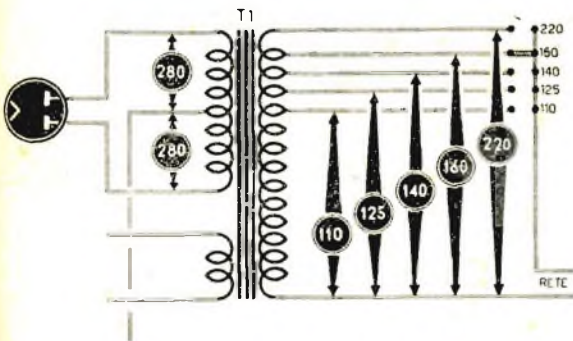

Fig. 2
25) Nell'eventualità di alimentatori per apparecchi che contemplino l'alimentazione in serie delle valvole (vedi fig. 2 - 6a puntata), necessita controllare l'eventuale cortocircuito esistente fra filamento e catodo, il che si conseguirà con prova di continuità, a mezzo ohmmetro, tra un piedino del filamento stesso e il piedino del catodo.
27) Controllare se esiste corrente alternata alle placche della raddrizzatrice. Mancando corrente, nel caso dell'alimentatore di cui a fig. 2 - 6a puntata, si dedurrà che la resistenza — del valore di circa 100 ohm collegata fra cambiotensione e placca — risulta bruciata.
Se l'alimentatore risultasse del tipo preso in esame a fig. 2 - 6a puntata - sarà possibile riscontrare l'abbruciamento del raddrizzatore al selenio, o della resistenza da 100 ohm, che collega il raddrizzatore al cambiotensione.